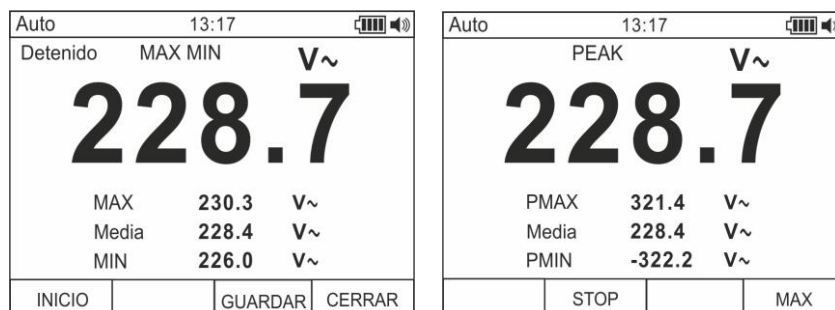

Fig. 7: Guardado valores PEAK
5. Pulse la tecla **F4** para entrar en la medida de los valores de Pico de la magnitud en examen (vea Fig. 7 – parte derecha). El mensaje “PEAK” aparece en pantalla y los valores se actualizan con las mismas modalidades de la función MAX/MIN